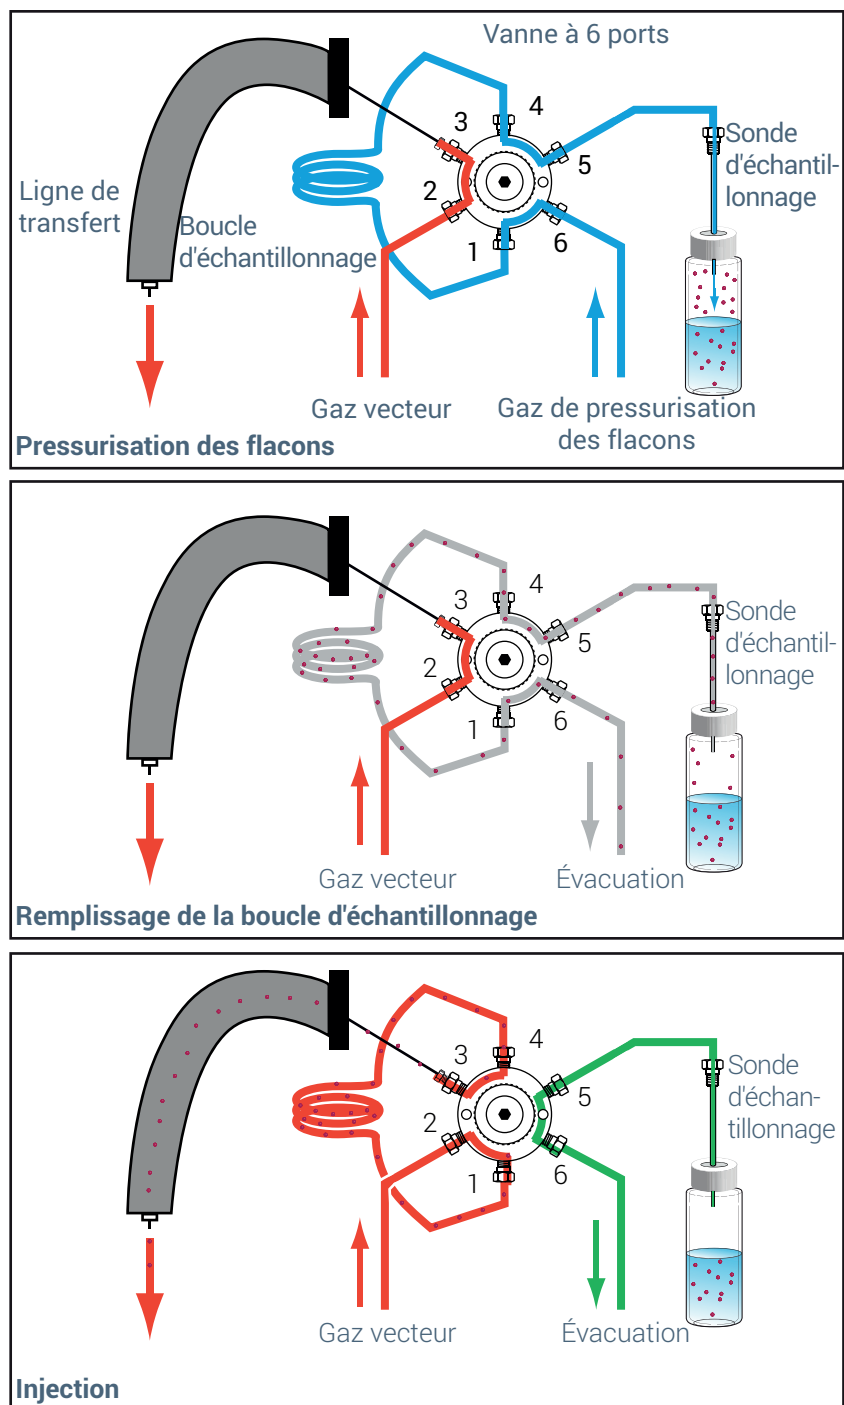

Figure 1. Phases d'échantillonnage et d'injection du système de vanne et de boucle
- 2 L'échantillonneur pressurise le flacon avec du gaz. Voir la **Figure 1**.